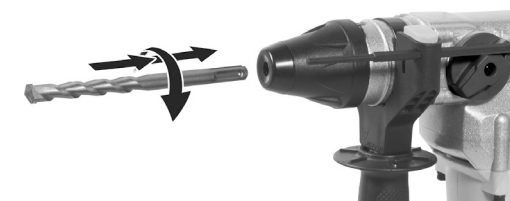

Fig. 2 – Desenho demonstrativo para instalação do acessório
- O MARTELETE PERFURADOR/ROMPEDOR MPV 840 VONDER é equipado com mandril SDS PLUS (1), assegurando uma transferência de energia altamente eficiente do equipamento para o acessório. É protegido contra a entrada de pó e permite uma rápida substituição do acessório, sem o uso de chaves ou ferramentas adicionais. Assegure-se sempre que o equipamento esteja desligado e com o plugue fora da tomada antes de instalar ou extrair o acessório.
- Encaixe o acessório no engate do equipamento, gire e empurre-o para dentro do engate até travar automaticamente. Puxe o acessório para ter certeza de que está travado, Fig. 2.